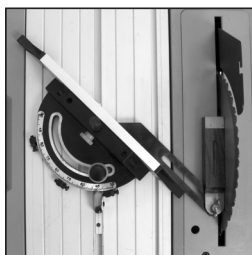

Fig. 25
- Plaats de 45° haak op de machine tafel met één been tegen de zaagbladunit. (**Fig. 25**)